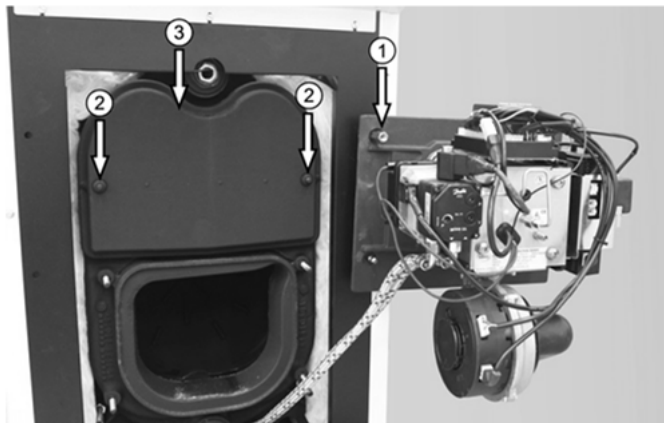

Abb. 48: Brenner-Serviceposition und Demontage der oberen Kesseltür (Der abgebildete Brenner entspricht evtl. nicht dem gelieferten.)
- ➔ Montieren Sie die untere Kesseltür mit Brenner gem. Abb. 48 in die Service-Position.
- ➔ Fixieren Sie die untere Kesseltür durch eine Mutter ① an der Servicehalterung.
- ➔ Lösen Sie die Muttern ② der oberen Kesseltür.
- ➔ Entfernen Sie die obere Kesseltür ③.